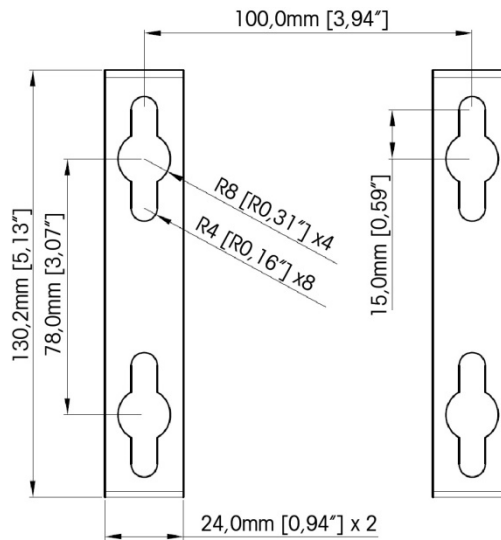
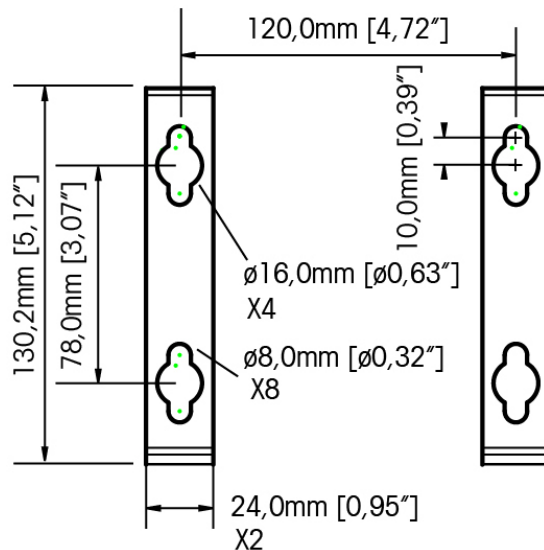

Figure 2-18 : Disposition des emplacements des orifices de montage (VESA 100 x 100 mm) (dans les terminaux IND570 fabriqués après Avril 2016)
Figure 2-19 : Disposition d'origine des emplacements des orifices de montage (dans les terminaux IND570 fabriqués jusqu'à Avril 2016)
4. Marquez la position des orifices de montage sur la surface verticale selon les dimensions indiquées sur la Figure 2-18 et la Figure 2-19 ou en maintenant le terminal contre la surface et en faisant des marques par les orifices des supports.